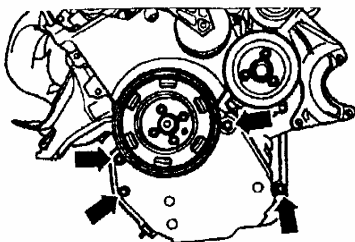

图 4-99 拆卸扭矩反应器支座
(4) 从支架（左侧）上拧下纵向支撑的紧固螺栓。从发动机上拧下扭矩反应器的支座紧固螺栓，如图 4-99 箭头所示。